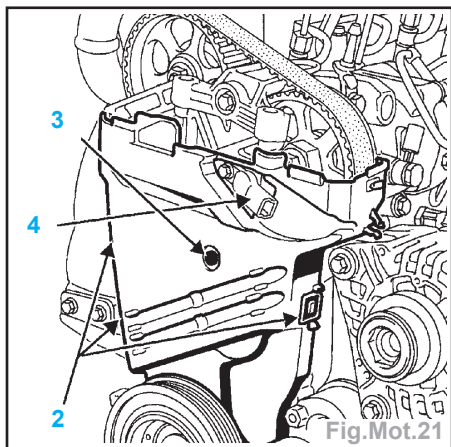

Fig.Mot.21
- le capteur de position de pompe haute pression (4) (Fig.Mot.21),
- la vis en plastique (3).